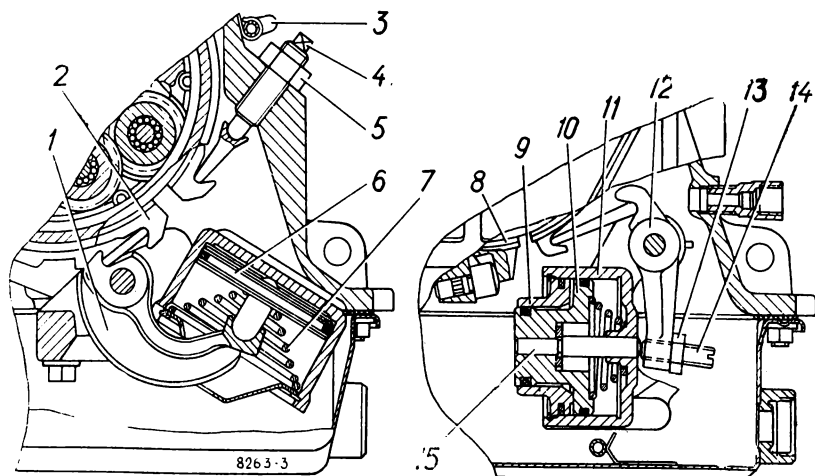

Рис. 25. Тормоза автоматической коробки передач:
- отпустить контргайку 5 (рис. 25) регулировочного винта, расположенного на правой стороне картера коробки передач;